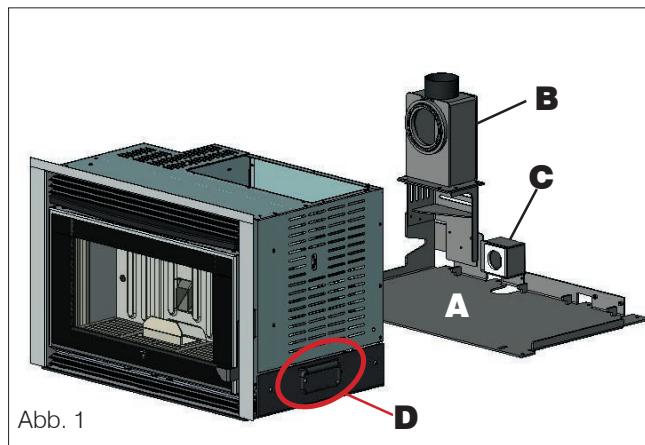

Abb. 1
- Nachdem die korrekte Position des Einsatzes geprüft wurde, muss er mit den zwei seitlichen Griffen (D - Abb. 1) von der Grundplatte (A - Abb. 1) angehoben werden.